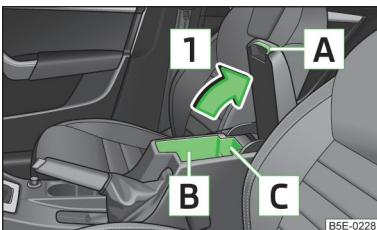

Fig. 70
- Tire del asidero **A** en el sentido de la flecha **1** » fig. 70 y abra la tapa del apoyabrazos.
- Abra la tapa hasta el tope; sólo entonces se podrá abatir hacia abajo en el sentido contrario al de la flecha **1** » fig. 70.
La zona **B** » fig. 70 del compartimento guardaobjetos está destinada al almacenamiento de objetos con un tamaño máx. de 98 mm x 104 mm x 142 mm.